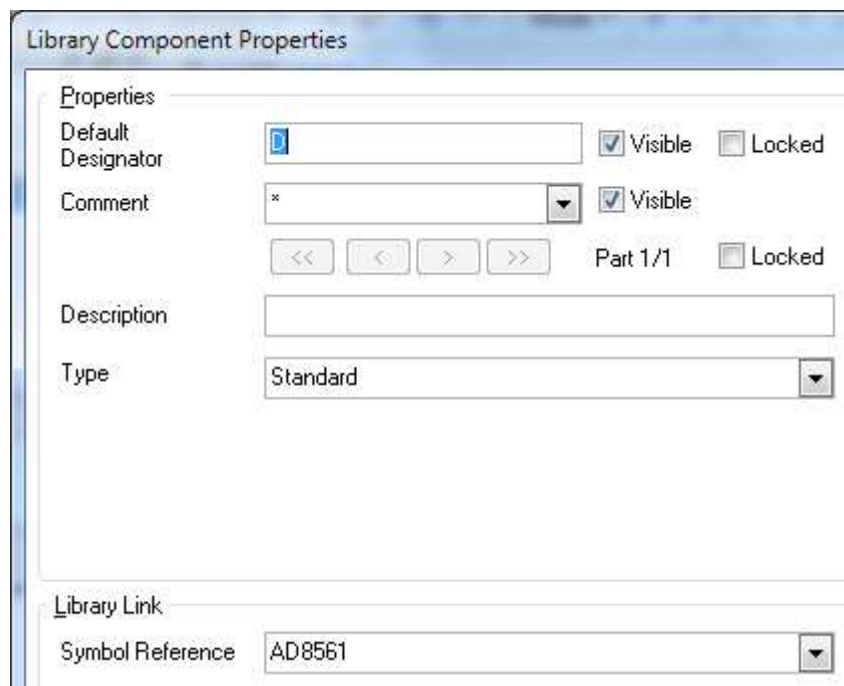

Рис. 79. Свойства компонента
4. В верхнем поле панели SCH появится новый компонент Component\_1. Нужно отредактировать свойства компонента, нажав кнопку Edit: задать буквенное обозначение компонента в поле Default Designator: D, и ввести наименование микросхемы в поле Symbol Reference: AD8561 (см. Рис. 79).